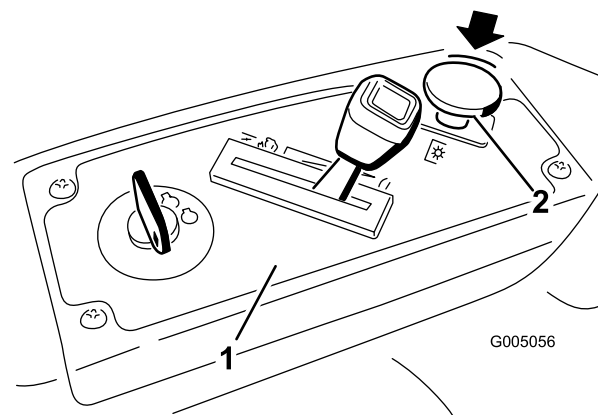

Figure 14
Appuyez sur la commande des lames pour la placer en position désengagée et désengager les lames (Figure 14).
1. Désengagez les lames en plaçant la commande des lames en position Désengagée (Figure 14).